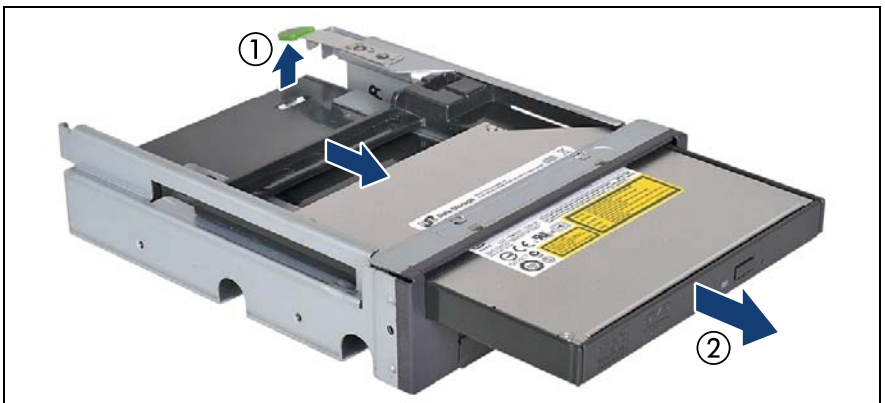

図 212: 薄型 ODD のマルチベイボックスからの取り外し
- ▶ 297 ページの図 212 に記載されているように、ロックレバーを押し上げて、薄型 ODD ダミーモジュールを外します。